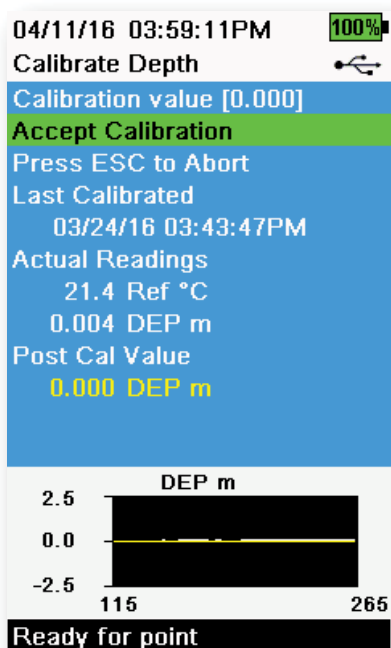

Figura 47 Calibra profondità
3. Osservare le letture delle misure effettive per la stabilità (la linea bianca sul grafico non mostra alcun cambiamento significativo per 40 secondi), quindi selezionare **Accept Calibration (Accetta calibrazione)** (Figura 47).